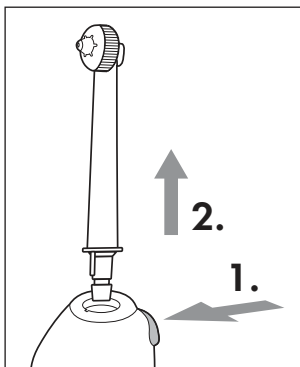

Fig. 3
- ♦ Para desmontar el cabezal **2**, pulse el botón de desencastre **10** de la pieza manual **4** y tire del cabezal **2** para extraerlo de la pieza manual **4** (consulte la fig. 3).